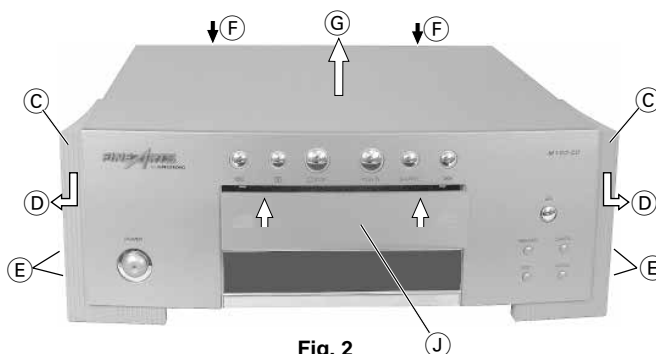

Fig. 2
- Seitenteile (C) in Pfeilrichtung (D) (Fig. 2) schieben und abnehmen.
### 2. Gehäuseoberteil abnehmen, Fig. 2
- Schubladenabdeckung mit Aluabdeckung (J) nach oben abziehen (Fig. 2).
- Move the side parts (C) in the direction of arrow (D) (Fig. 2) and remove them.
### 2. Removing the top of the cabinet, Fig. 2
- Pull out the front of the tray together with the aluminium plate (J) (Fig. 2) towards the top.